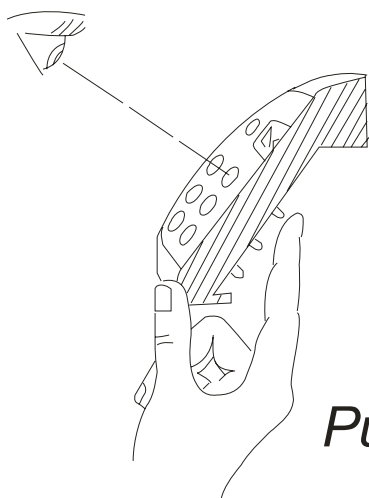

Рис. 2
- скрытно от постороннего наблюдателя набирать и изменять коды рис. 2
Поместить пальцы руки в полость входной ручки (рис.2), нажимать кнопки в соответствии с надписями на внешней стороне - набрать мастер код, или код пользователя.